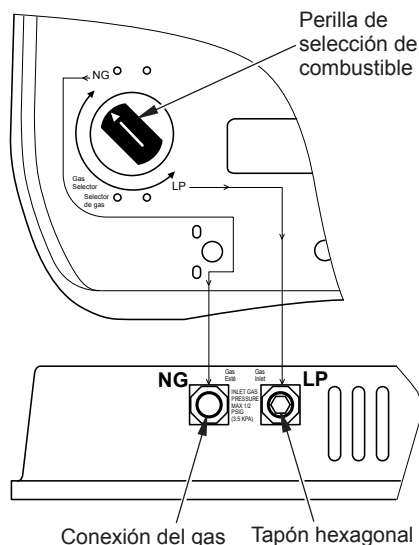

Figura 12 - Ajustes para Gas Natural
1. Retire el tornillo de la placa de la cubierta situados en la parte posterior del calentador (consulte la Figura 12). Gírela para que se vea el dispositivo de selección de combustible.
2. Para GAS NATURAL, presione la perilla con un destornillador plano con hoja de un cuarto de grosor y gire la perilla en dirección de las manecillas del reloj hasta que la perilla quede fijada en la posición NG (consulte la Figura 12). El dispositivo de selección de combustible debe estar fijo en la posición NG. No use el calentador con la perilla ubicada entre las dos posiciones.
4. Retire el tapón hexagonal (con la llave provista) de la entrada de gas natural del regulador (consulte la Figura 12). Coloque el tapón hexagonal en la entrada LP del regulador. Instale la tubería de gas en la entrada del regulador de gas natural. Utilice sellador de roscado para evitar fugas.